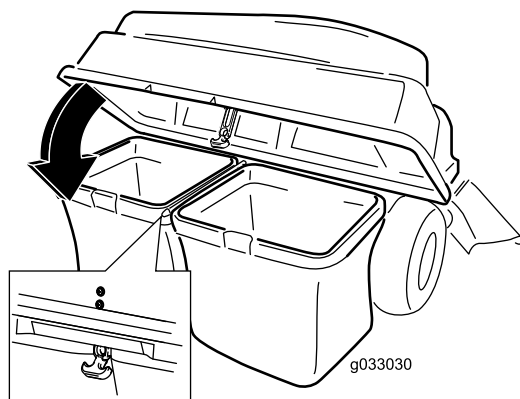

Figura 23
5. Baixe a parte superior do depósito de recolha para os sacos (Figura 23).
6. Prenda o capot com o trinco (Figura 23).